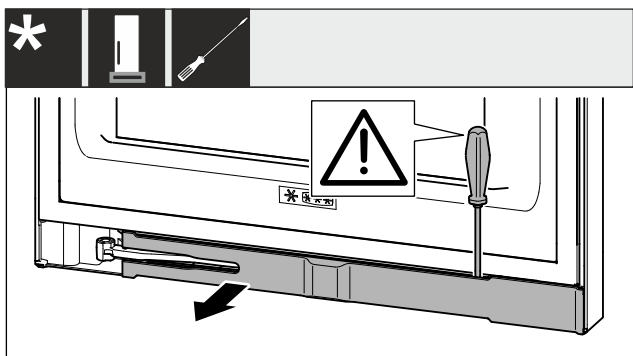

Fig. 3
- ▶ Plochým šroubovákem vyjměte záslepku a otočte ji ke straně Fig. 3 ().